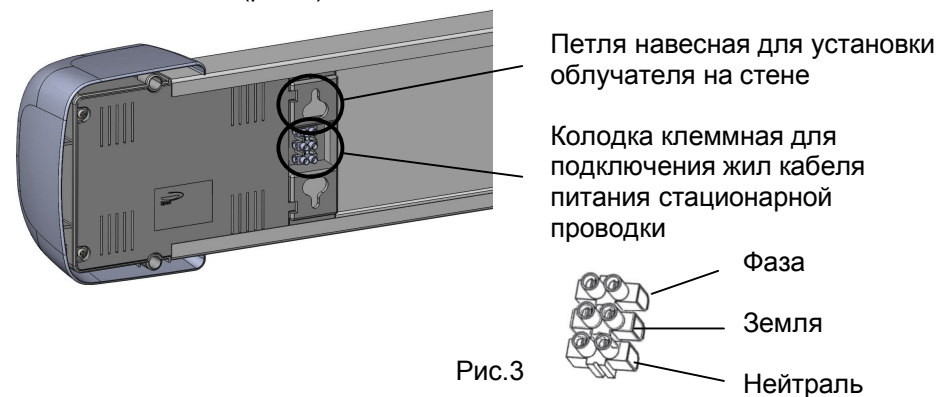

Рис.3
- Установить облучатель на место, предварительно подсоединив жилы кабеля питания стационарной проводки к клеммной колодке (рис.3), расположенной на задней стенке правого торцевого блока, в соответствии со схемой подключения.
- Снять облучатель со стены, предварительно отсоединив жилы кабеля питания стационарной проводки от клеммной колодки, расположенной на задней стороне правого торцевого блока (рис.3).
5.4. Подключение к стационарной сети напряжением 220 В осуществляется трехжильным кабелем питания стационарной проводки через трехклеммную колодку (фаза / земля / нейтраль), расположенную на задней стенке правого торцевого блока (рис.3). Сечение жил кабеля не более 6 мм².
- Снять облучатель со стены, предварительно отсоединив жилы кабеля питания стационарной проводки от клеммной колодки, расположенной на задней стенке правого торцевого блока (рис.3).
- Установить облучатель на место, предварительно подсоединив жилы кабеля питания стационарной проводки к клеммной колодке (рис.3), расположенной на задней стенке правого торцевого блока в соответствии со схемой подключения.
- 6.5. Подключить жилы кабеля питания стационарной проводки 220 В (фаза / земля / нейтраль) к трехклеммной колодке, расположенной на задней стенке правого торцевого блока, в соответствии со схемой подключения (рис.3).
- 6.6. Установить облучатель в выбранном месте на стене. Совместить петли навесные облучателя (рис.3) с установленными дюбелями и шурупами.
- Подключить напряжение 220 В к облучателю через трехклеммную колодку, расположенную на задней стенке правого торцевого блока (рис.3).